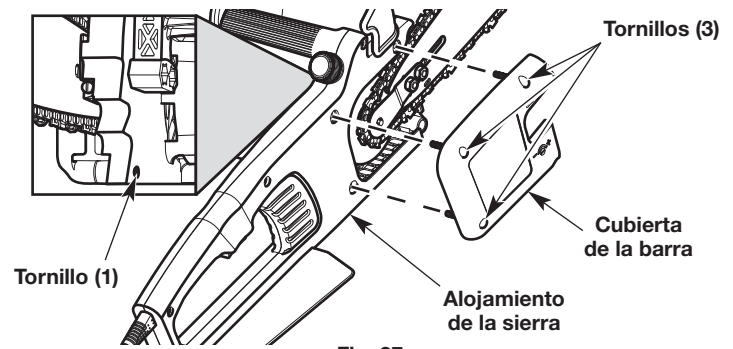

Fig. 27
1. Utilice un destornillador Phillips para extraer los cuatro (4) tornillos que sujetan la cubierta de la barra en su lugar (Fig. 27).
3. Use una llave 7/16 pulgadas (11 mm) para aflojar ligeramente las tuercas de retención de la barra (Fig. 27). **NO** extraiga las tuercas de retención de la barra.
4. Ajuste manualmente las tuercas de retención de la barra (Fig. 27).
8. Ubique la cubierta de la barra sobre el alojamiento de la sierra (Fig. 27). Se deben alinear los orificios de la cubierta de la barra con los orificios del alojamiento de la sierra.
9. Inserte los cuatro (4) tornillos en los orificios alineados. Apriete los tornillos para que queden ajustados.